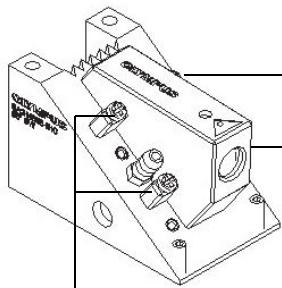

图 2-31 从楔块上拆下探头
3. 使用十字头螺丝刀拧下将探头固定在楔块上的螺钉（2个或4个螺钉，具体数量取决于型号），然后从楔块上拆下探头（参见第59页的图 2-31）。